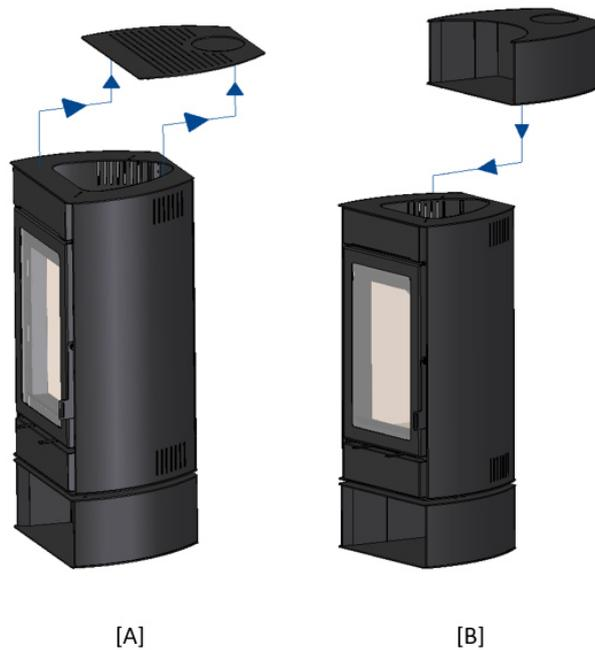

Fig. 20 – [A] Retirer le dessus du poêle; [B] Installation de l'élément optionnel
- 1- Retirer le bouchon installé sur le poêle (Fig 20 [A]), en glissant en diagonale, puis le soulever pour libérer les clips de l'équipement;
- 2- Installer le module optionnel acheté séparément en le glissant dans le sens inverse du capot supérieur, en utilisant les mêmes points d'appui (Figure 20 [B]).